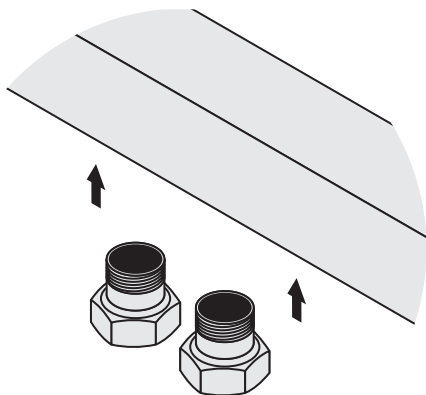

Рис.1
5.1.1. Установите носики с накидными гайками в нижней части полотенцесушителя (рис. 1), при необходимости – используйте материал для герметизации резьбовых соединений. Рекомендуемое усилие затяжки носиков 35+5Нм.